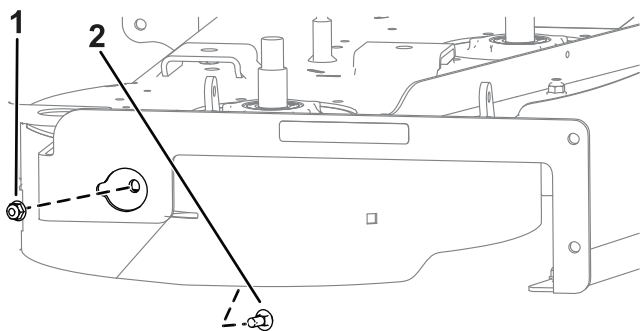

Figura 3
2. Fissate il lato destro del deflettore destro con 1 bullone a testa tonda (5/16" x 3/4") e 1 dado (5/16"), come illustrato nella Figura 3.